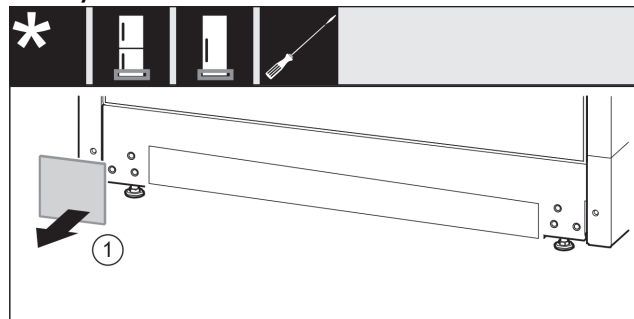

Fig. 15
- ▶ Odoberte kryt Fig. 15 (1).